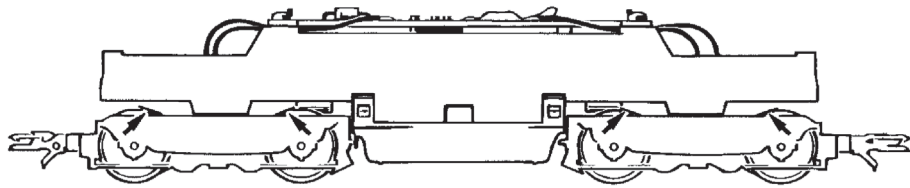
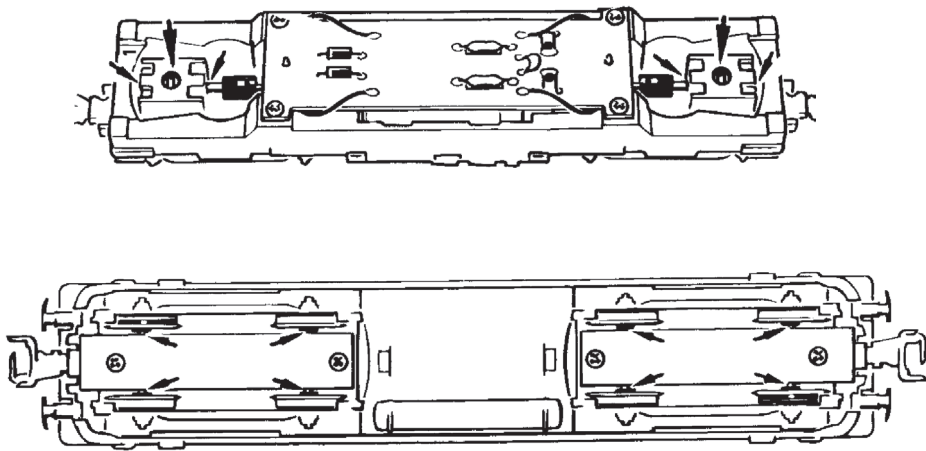
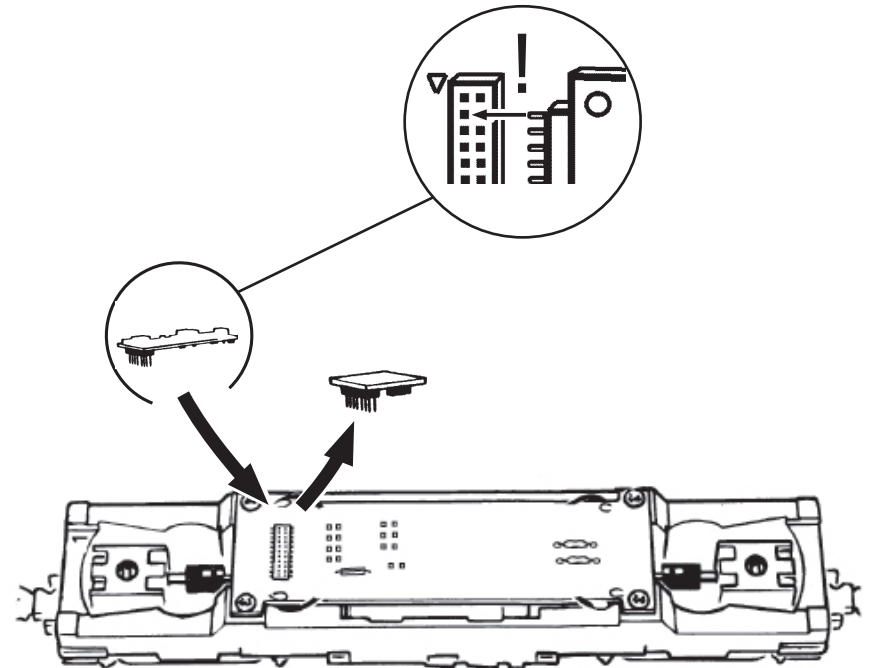

Fig. 7
Fig. 8
Fig. 3
2. Schmierung: Versehen Sie die im Schmierplan in Fig. 7 gekennzeichneten Stellen mit nur **kleinen Öltröpfen**. Dazu zuerst das Lokgehäuse abnehmen (Fig. 3). Wir empfehlen den **ROCO Öler Art.-Nr. 10906**. Fürs Schmieren der Getriebeteile (Zahnräder, Schnecke) empfehlen wir das **ROCO-Spezialfett Art.-Nr. 10905**. Im Falle der Schmierung diese Teile **nicht ölen**.
Mehrzugbetrieb: Zuerst Lokgehäuse abnehmen (Fig. 3). Danach den Brückenstecker aus der Schnittstelle entfernen (diesen sorgsam aufbewahren). Danach den Stecker des Steuerbausteins lagerichtig einsetzen (siehe Fig. 5).
4. Kohlebürstenwechsel: Lokgehäuse abnehmen (Fig. 3). Danach wird der Motor ausgebaut und die Kohlebürsten ausgewechselt (Fig. 8).
2. Lubrication: Apply **tiny oil drops** to spots marked in fig. 7. Prior to lubrication dismantle locomotive (fig. 3). We recommend using item no. **10906, Roco oiler**. For lubrication the gearparts (e.g. cogwheels, worm) we should recommend our Roco **special grease** (item no. **10905**).
4. Carbon Brush Changing: First remove loco body (fig. 3), and then the motor (fig. 8).
2. Graissage: N'appliquez **qu'une toute petite goutte** aux endroits indiqués par le plan de graissage (fig. 7) après avoir démonté la caisse de la locomotive (fig. 3). Nous vous recommandons **le graisseur à huile Roco réf. 10906**. Pour graisser les engrenages (roues dentées, vis sans fin) nous vous conseillons la **graisse spéciale Roco réf. 10905** pour engrenages en matières synthétiques. Lorsque vous utilisez cette graisse il faut éviter d'huiler ces composants.
4. Remplacement des balais du moteur: Démontez la caisse (voir fig. 3). Démontez ensuite le moteur et échangez le balais (fig. 8).